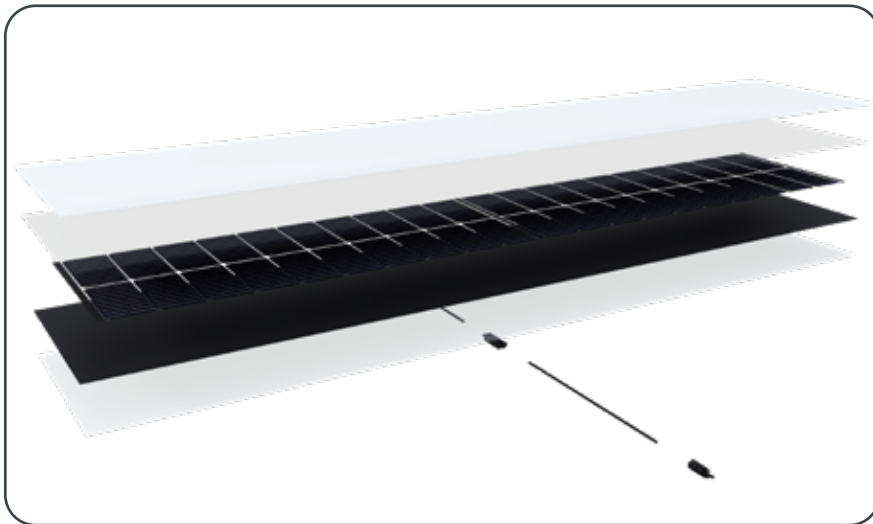

Fig. 1 • Modulo fotovoltaico PREFALZ
- La distanza massima fra le graffette non deve superare i 33 cm (da punto mediano a punto mediano, Fig. 1).
- Posizionamento e marcatura della bocchetta Solar (Fig. 1)